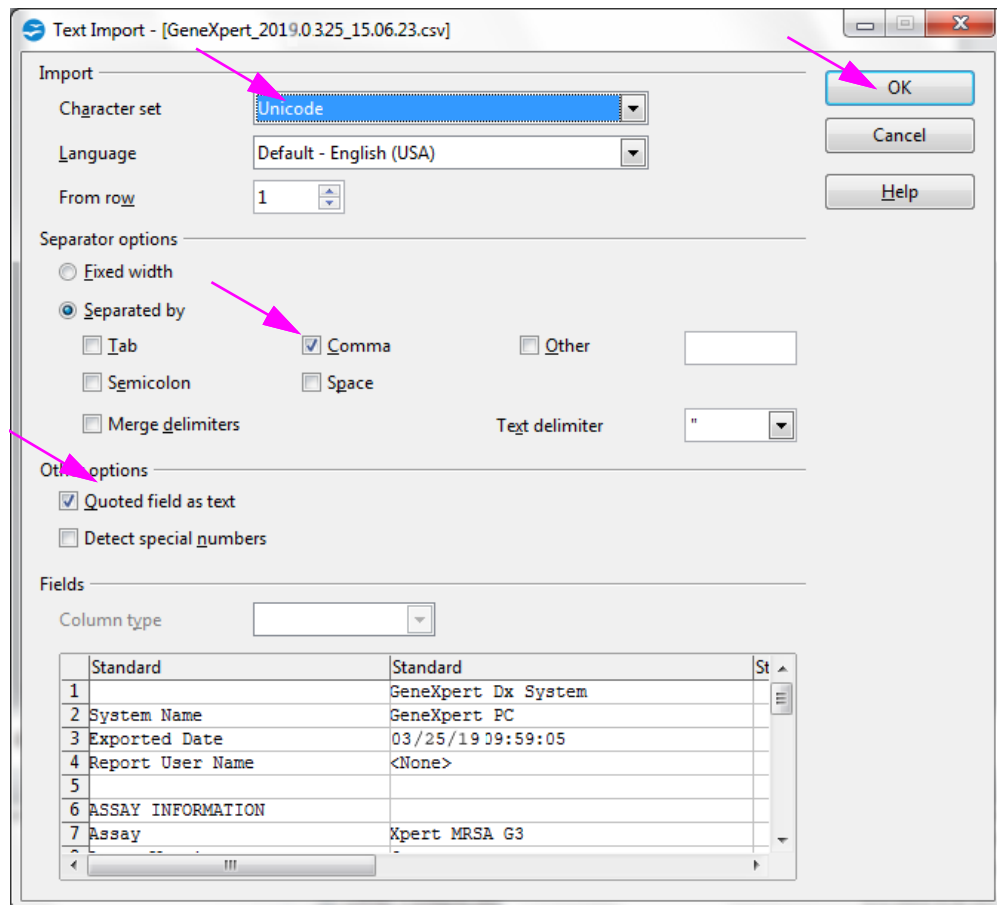

Abbildung 5-64. Bildschirm „Text Import“ (Textimport) mit neu ausgewählten Einstellungen
- Der Bildschirm „Text Import“ (Textimport) wird angezeigt. Überprüfen Sie auf diesem Bildschirm, dass die Kontrollkästchen links neben **Comma (Komma)** und **Quoted field as text (Feld mit Anführungszeichen als Text)** markiert wurden. Siehe Abbildung 5-64.